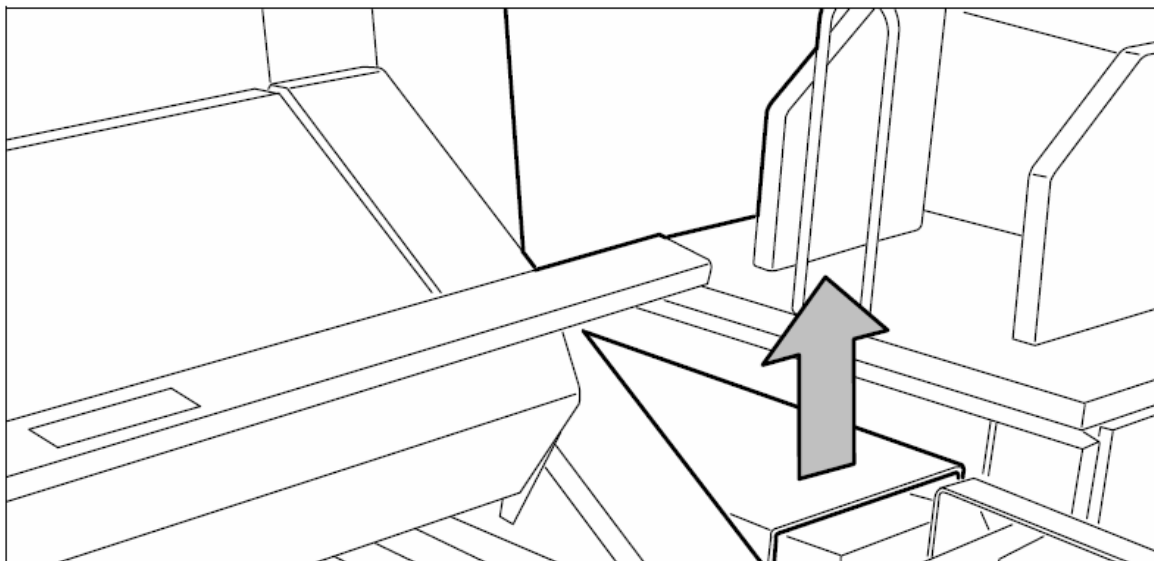

Рисунок 149. Открывание верхней крышки модуля окантовки
4. Откройте верхнюю крышку модуля окантовки и удалите весь носитель, который имеется внутри (смотрите рисунок 149).